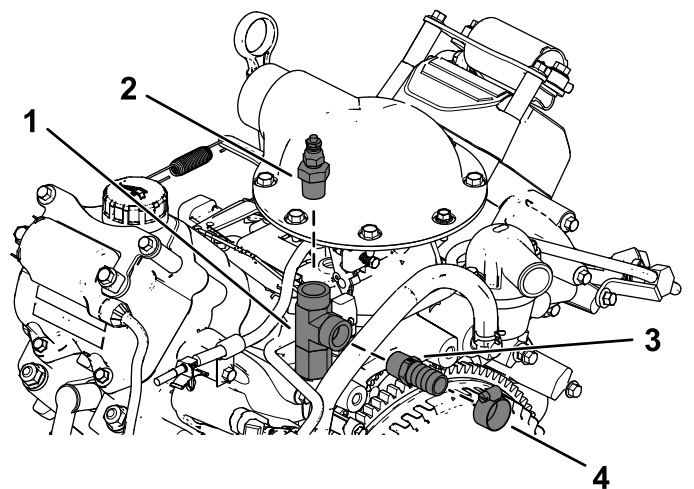

Рисунок 9
3. Установите реле температуры и шланг ($\frac{3}{8}$ дюйма), а также переходной штуцер ($\frac{5}{8}$ дюйма) с помощью шланговых хомутов, как показано на Рисунок 9.